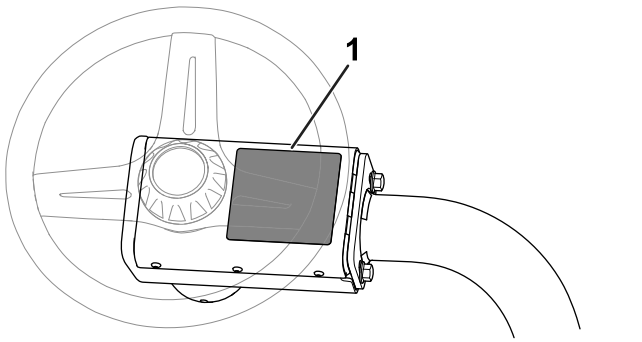

図 12
- CE 警告デカル** CE 警告デカルP/N 139-8321を、既存の警告デカルP/N 139-8320の上から貼り付ける 図 12を参照。